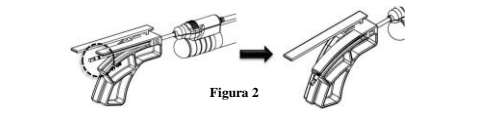

Figura 2
- Prima di procedere alla curvatura (*Figura 2*), assicurarsi che la striscia nera più larga presente sulla cannula si estenda oltre l'estremità dell'aletta di curvatura. Se la suddetta striscia non si estende oltre l'estremità dell'aletta, il manipolo potrebbe non funzionare correttamente dopo essere stato sottoposto a curvatura.
NOTA: la punta della cannula per i manipoli da 15 ga, 10 cm e 13 ga, 10 cm non si estende sopra la linguetta di curvatura come illustrato in *Figura 2*. Per questi manipoli, inserire semplicemente (fino al punto limite) nello strumento di curvatura prima della curvatura.